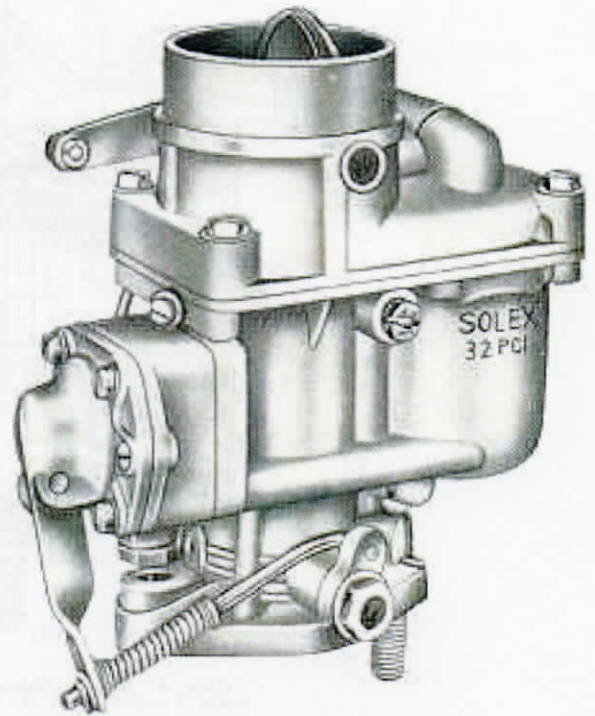
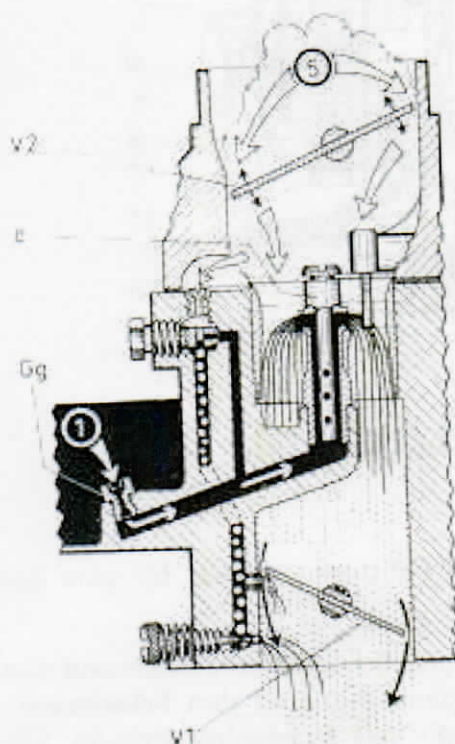

Abb. 2 Ansicht des 32 oder 34 PCI
Abb. 7 Wirkungsweise beim Start (1—3)
1. Start (Abb. 7 und 8)
Die **Starterklappe** (V 2) hat bei den meisten Vergaserausführungen (Abb. 7) ein **Luftventil**. Sie steht normalerweise offen. Wenn der Starterzug, der an dem **Starterklappenhebel** (L 6) angreift, vom Fahrer betätigt wird, schließt sich die Starterklappe. Da der Starterklappenhebel durch die **Verbindungsstange** (T 2), den **Mitnehmerhebel** (L 2) und den **Anschlaghebel** (L 3) mit der Drosselklappenwelle (v 1) in Verbindung steht (Abb. 2), wird die Drosselklappe (V 1) zwangsläufig etwas geöffnet und der Unterdruck in der Mischkammer wirksam. Dieser saugt Kraftstoff aus den Austrittsbohrungen des Mischrohrträgers (c). Die für die Gemischbildung erforderliche Luft wird durch das sich automatisch öffnende Luftventil in der Starterklappe zugeführt.